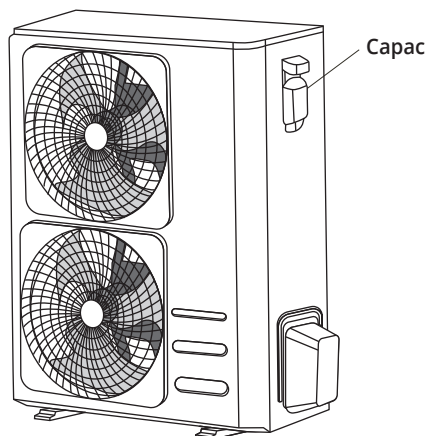

Fig. 12.1
2. Îndepărtați panoul electric al unității exterioare. (Vedeți Fig. 12.1)